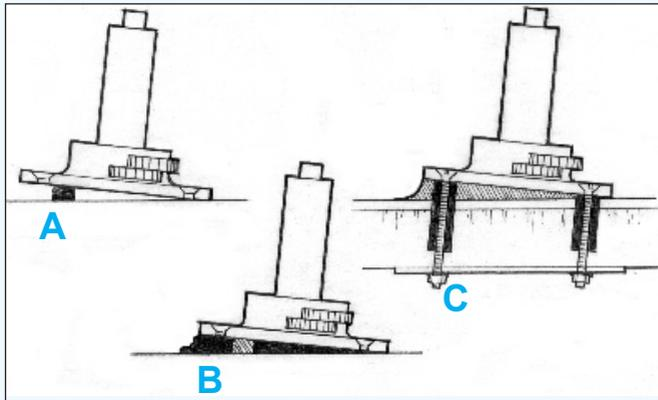

Figura 19
2. Encole pequeños bloques al sustrato para apoyar la base a la altura y posición deseadas (p. ej., base de un guinche, *Figura 19*"A").
4. Coloque el accesorio en su posición, apoyado en los bloques (*Figura 19*"B") e instale las fijaciones.
5. Alise el epoxi sobrante formando un filete con la forma deseada alrededor de la base (*Figura 19*"C"). Deje que el epoxi se cure completamente antes de aplicar una carga. Proteja el epoxi expuesto contra los rayos UV. (Ver acabado final, página 28).